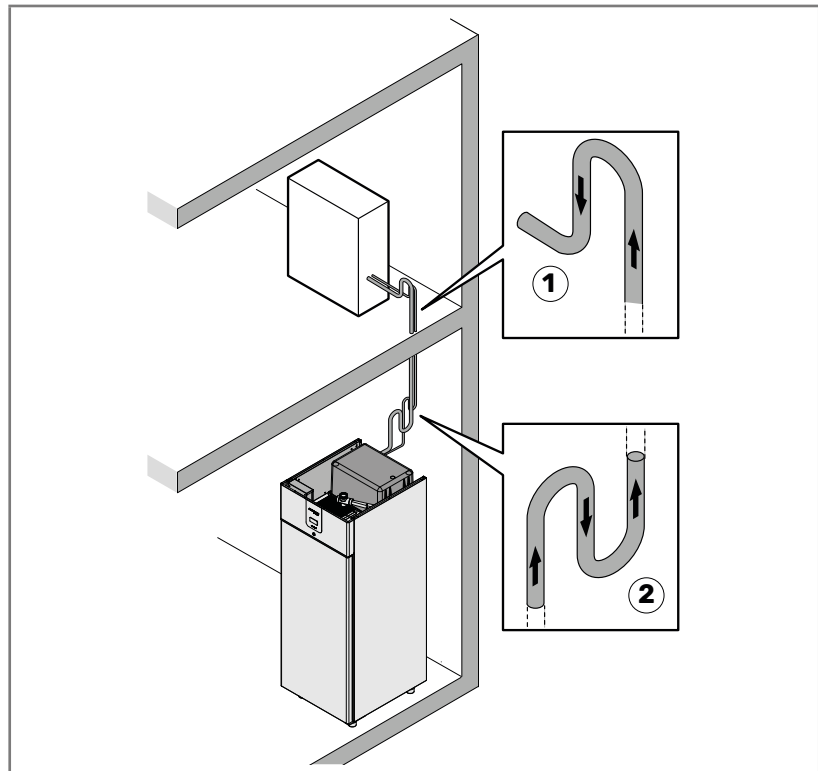

Abb. 4.7 - Installation auf einer höheren Ebene
- 1: an jedem Abgang und alle 1,8 Meter Höhenunterschied (1 – Abb. 4.7);
- 2: an jedem Eingang (2 – Abb. 4.7).